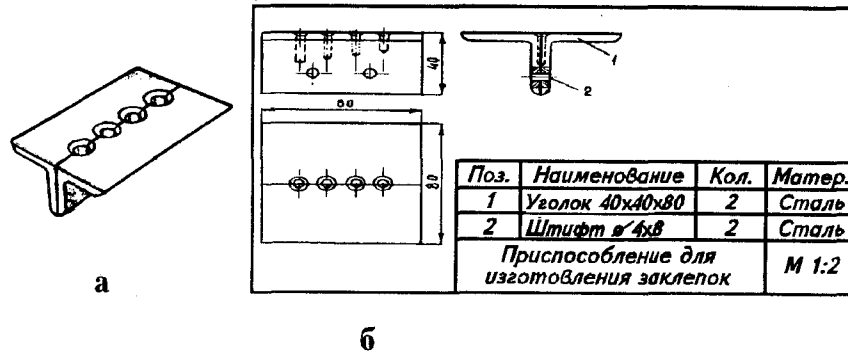

Рис. 61. Рисунок (а) и сборочный чертеж (б) приспособления для изготовления заклепок: 1 — уголок; 2 — штифт
что и сборочные чертежи изделий из древесины. На рис. 61 показаны технический рисунок и сборочный чертеж приспособления для изготовления заклепок.
2. Внимательно рассмотрите сборочный чертеж на рис. 61.